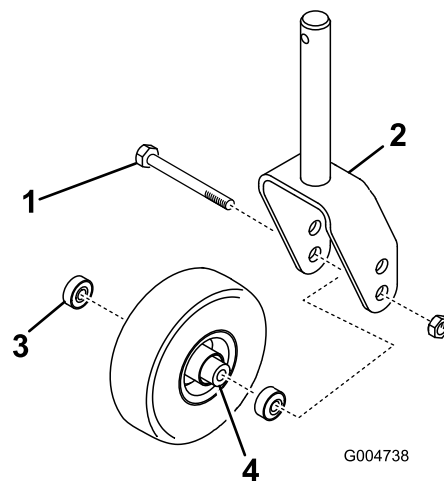
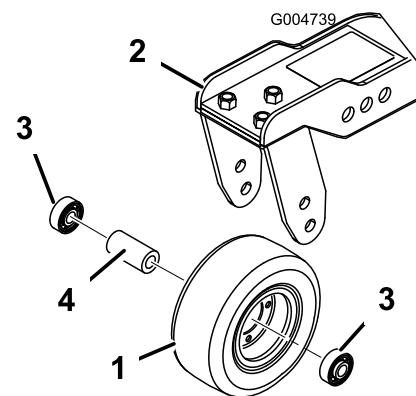

Рисунок 123
Рисунок 124
1. Выверните контргайку с болта, удерживающего узел поворотного колеса между вилкой (Рисунок 123) или рычагом (Рисунок 124) поворотного колеса.
2. Извлеките подшипник из ступицы колеса и дайте выпасть распорной втулке подшипника (Рисунок 123 и Рисунок 124).